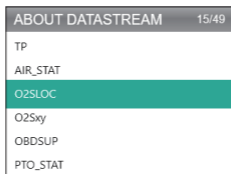

Figura 9.1.3
3. Selecione SOBRE DATASTREAM (Veja Figura 9.1.3), e pressione [OK] para ver a definição de cada item do datastream.